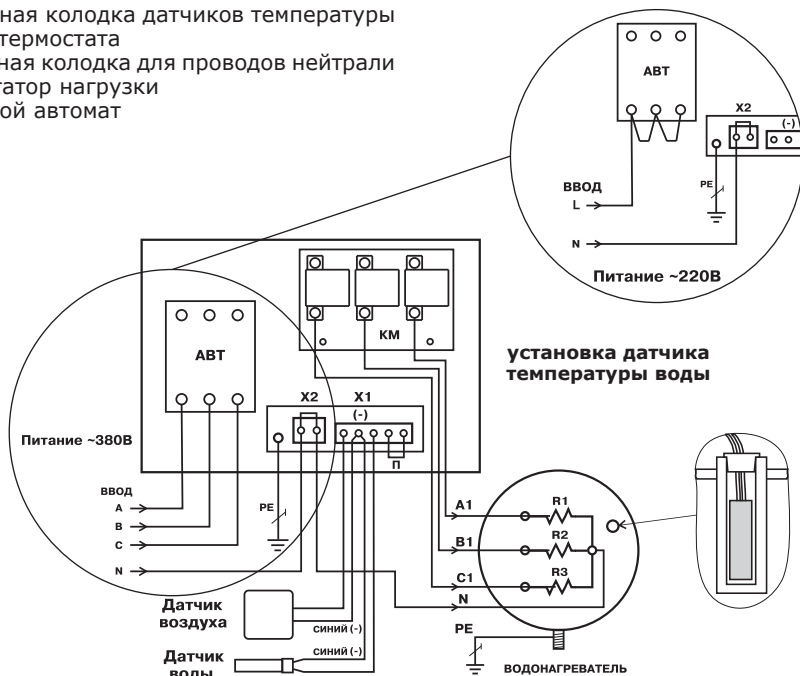

Рис.2 Схема подключения панели управления
5.2. Эксплуатация панели управления должна осуществляться только при условии ее подключения в соответствии со схемой подключений (Рис.2).
6.3. Подключить панель к питающей сети кабелем соответствующего сечения исходя из номинальной мощности электроводонагревателя или ТЭНБ согласно схеме подключений Рис.2 настоящего паспорта. Если используется одножильный медный провод, то необходимо тщательно зачистить и облудить присоединяемые концы. При использовании многожильного кабеля его концы необходимо тщательно зачистить и обжать контактным наконечником.
6.4. При подключении панели управления к однофазной сети переменного тока необходимо соединить вместе клеммы А, В, С вводного автомата и подключить их к фазному проводу питающей сети. Нулевой провод питающей сети подключается согласно схеме Рис.2.
Для этого необходимо извлечь защитную пробку из отверстия, поместить в него датчик до упора и зафиксировать его пробкой, входящей в комплект датчика, (см.Рис.2). Датчик температуры воздуха необходимо установить в помещении на высоте 1,4-1,5 м от пола, исключив прямое воздействие на него потоков воздуха от нагревательных приборов, вентиляторов, солнечных лучей и т.д.. Нагрев корпусов датчиков при монтаже не должен превышать их максимальную рабочую температуру. Подключить датчики к монтажной колодке Х1 в соответствии со схемой Рис.2, обращая особое внимание на полярность датчиков. Провода датчиков синего цвета, помеченные знаком (-) подключаются на клемму колодки Х1 помеченную знаком (-) Рис.2. Датчики подключаются медными проводами сечением 0,5-0,75 кв.мм необходимой длины. При длине провода более 10 метров желательно использовать провода свитые в пары (не более 50 метров).
6.6 В пульте имеется возможность подключение внешнего термостата. Подключить внешний термостат к монтажной колодке Х1 вместо перемычки (П) Рис.2.
Внимание! В случае отсутствия перемычки (П) или внешнего термостата, подключенного вместо перемычки к колодке Х1 (Рис.2) устройство будет отключено.
6.7. Подключить панель к электроводонагревателю или твердотопливному котлу с установленным ТЭНБ согласно схеме подключений Рис.2 кабелем соответствующего сечения исходя из номинальной мощности электроводонагревателя или комплекта ТЭНБ.
6.8. Выполнить заземление (защитное зануление) корпуса панели в соответствии со схемой подключений Рис.2.